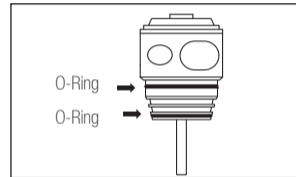

Abb. 10
- Stellen Sie sicher, dass die beiden O-Ringe (Abb. 10) korrekt an der Patrone angebracht sind.